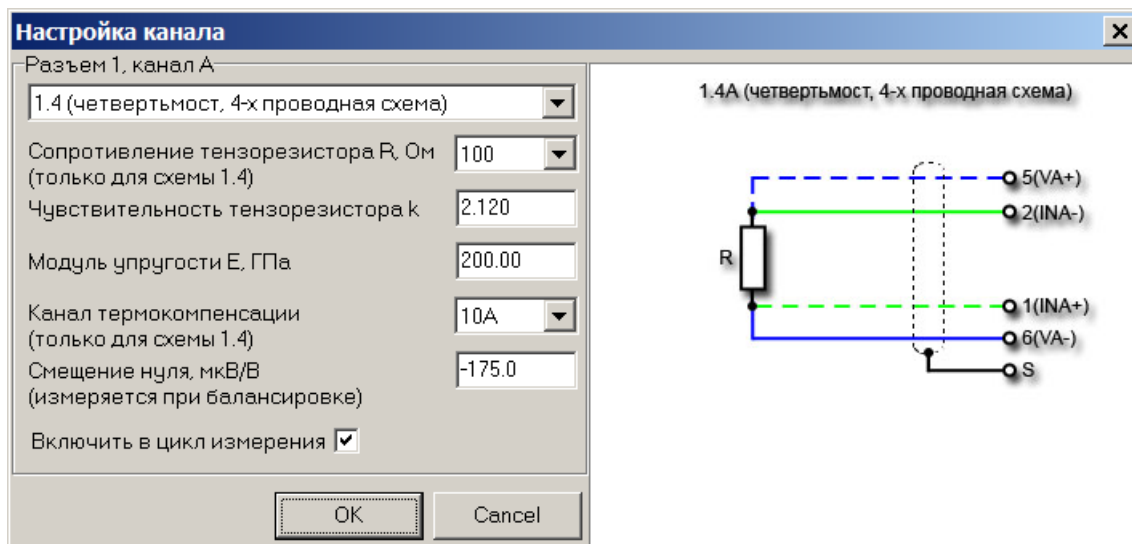

Рисунок 6 - Окно настройки канала.
3.2.2 Для настройки любого из каналов необходимо выделить соответствующую строку таблицы и выполнить команду меню Измерение|Настройка канала... (или нажать клавишу <F5>, или выделить строку двойным щелчком мыши). При этом должно появиться окно настройки канала (рисунок 6), которое позволяет задать необходимые параметры канала измерения в соответствии с таблицей. Флажок Включить в цикл измерения определяет следует ли опрашивать подключенный канал при измерении. Кроме схем измерения для тензорезисторов, окно позволяет выбрать схемы измерения для некоторых других датчиков (термопар, датчиков температуры, линейных потенциометров и т.п.). При необходимости информацию о поддержке и описание подключения таких датчиков можно получить у разработчика по запросу.